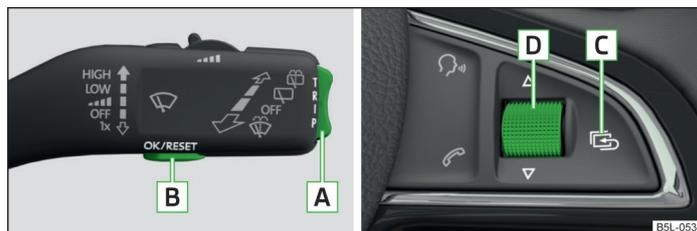

Fig. 7 Teclas/rueda de ajuste: en la palanca de mando / en el volante multifunción
Algunas funciones del sistema de información se pueden manejar con las teclas en la palanca de mando o en el volante multifunción » fig. 7, respectivamente.
Tras pulsar la tecla  » fig. 7 de la página 25 se muestra el dato que se visualizó la última vez.
- Pulse la tecla **[B]** o la rueda de ajuste **[D]** » fig. 7 de la página 25 durante un lapso prolongado.